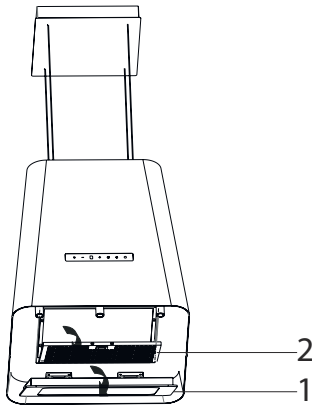

Fig. 7: Retirer les filtres à l'huile métallique
1. ➤ Ouvrez le couvercle métallique de la hotte (Fig. 7/1).
2. ➤ Ouvrez le verrou du filtre à l'huile métallique (Fig. 7/ 2) et veillez à ce qu'il ne tombe pas.
3. ➤ Placez le filtre à graisse métallique en avant et retirez-le (Fig. 7/2).